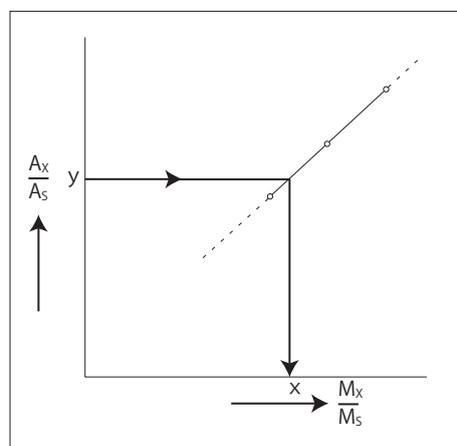

图5 内标法校准曲线
3. 通过绘制的 M_X / M_S 对 A_X / A_S 比准备的校准曲线（图5所示）。 M_X 是注入的样品量，和 M_S 是量的标准。 A_X 是样品的峰面积，和 A_S 是标准的峰面积。标准曲线通常是过原点的直线。